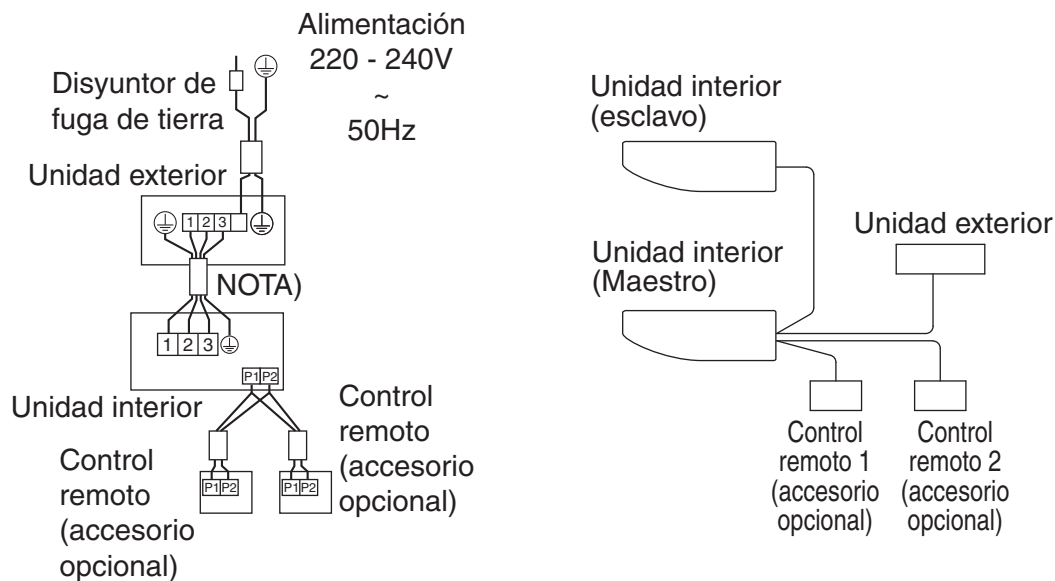

Fig. 36
- **Control mediante 2 mandos a distancia:** 2 mandos a distancia controlan 1 unidad interior. (Refiérase a la Fig. 36)